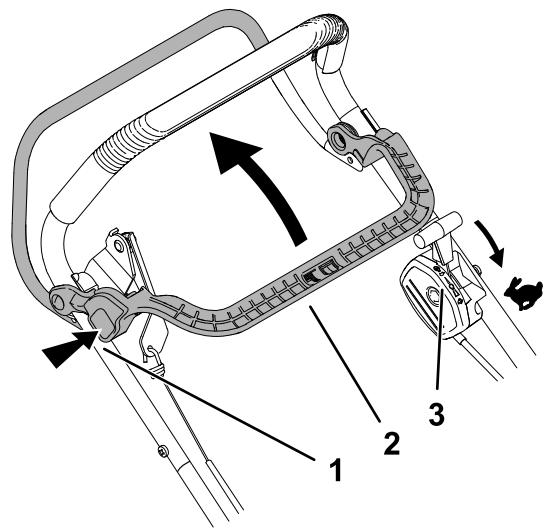

Bild 15
1. Stellen Sie sicher, dass der Gasbedienungshebel in der Stellung FAST ist (Bild 15).
2. Drücken Sie die BBC-Riegelstaste und ziehen Sie die BBC-Steuerhebel nach hinten an den Holm (Bild 15).